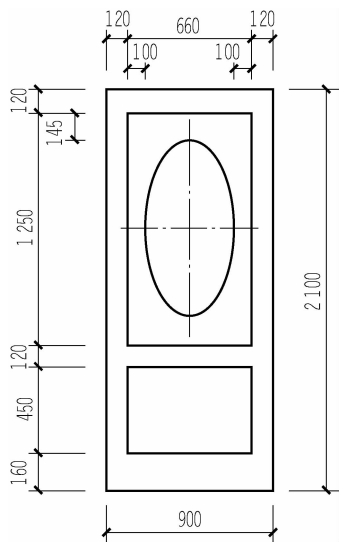
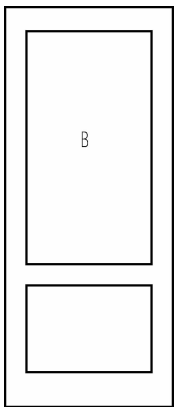
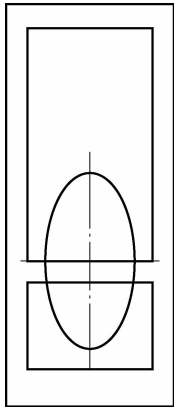

图 3-22 门立面图
图 3-26 绘制矩形
图 3-27 移动椭圆与中心线
首先添加“中心线”层,然后利用“矩形”命令绘制门框架,再利用“椭圆”命令绘制门造型,最终效果如图 3-22 所示。
(8) 执行“绘图”→“矩形”命令，按照图 3-22 所示的尺寸绘制 3 个矩形，结果如图 3-26 所示。
指定第二个点或<使用第一个点作为位移>: // 捕捉图 3-26 中矩形 B 底边的中点
移动后的效果如图 3-27 所示,再重复执行“移动”命令,将移动后的椭圆与中心线再向上移动 625 mm,最终效果见图 3-22。